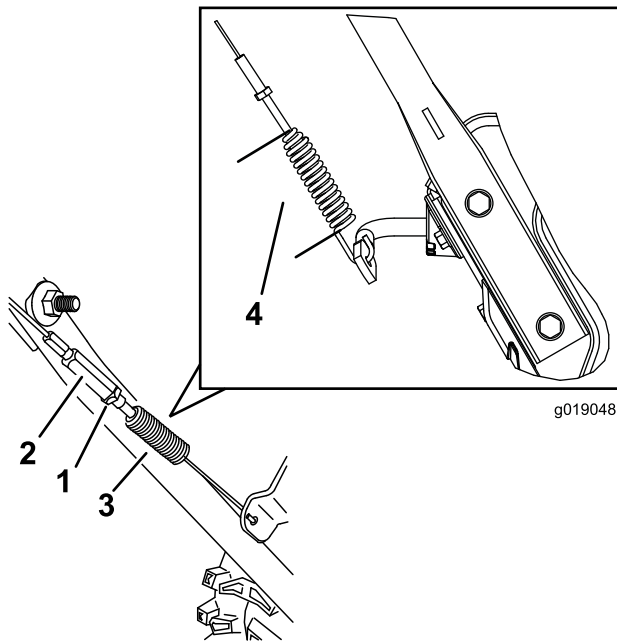

Figure 37
3. Desserrez ou serrez le tendeur pour régler la longueur du ressort à 5,5 cm (2,18 po), comme montré à la Figure 37.
4. Serrez l'écrou de blocage (Figure 37) en vérifiant que le câble est légèrement tendu.